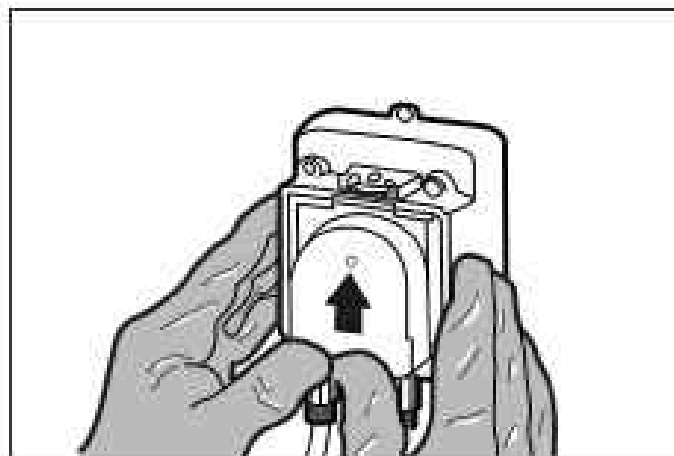

Figura 18. Deslice la tapa para extraerla
3. Para deslizar la tapa y extraerla, empuje hacia arriba sobre el borde elevado. Consulte la Figura 18.